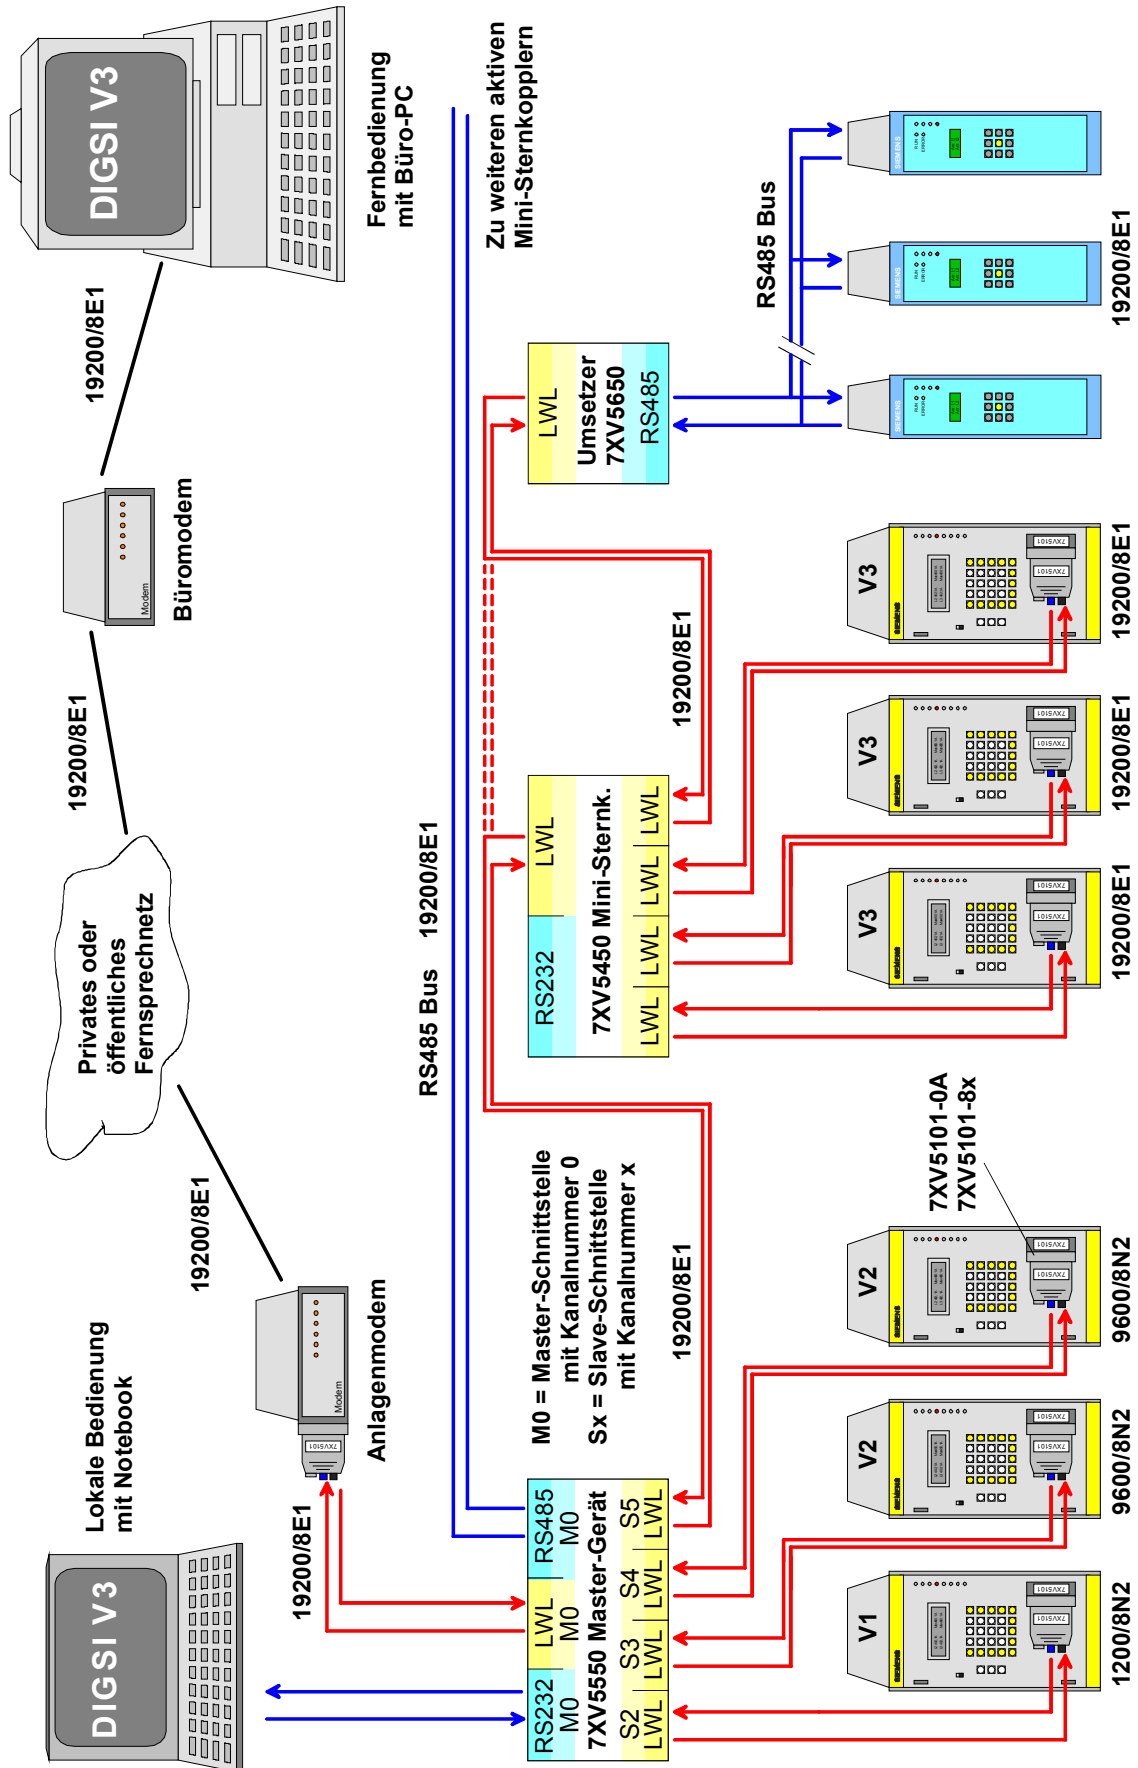

Bild 5: Bedienung der Schutzgeräte V1/2 und V3 mit DIGSI V3
für die in Bild 5 dargestellte Anwendung.
Die RS232-Schnittstelle am **Anschluss 7** (in Bild 5 RS232/M0) ist als Master-Schnittstelle (0) parametrierung und dient der lokalen-, zentralen Bedienung von Schutzgeräten bzw. der Parametrierung des aktiven Mini-Sternkopplers.
Die optische Schnittstelle am **Anschluss 1** (in Bild 5 LWL/M0) ist als Master-Schnittstelle mit dem Modem verbunden. Über sie erfolgt die Fernbedienung. Soll der automatische Baudratenabgleich des Modems über diese Schnittstelle erfolgen, muss das Ping auf **JA** gestellt werden.
Die RS485-Schnittstelle am **Anschluss 6** (in Bild 5 RS485/M0) ist ebenfalls als Master-Schnittstelle parametrierbar. Sie leitet die Daten von den anderen Master-Schnittstellen (**Anschluss 1 oder 7**) transparent an weitere Aktive Mini-Sternkoppler weiter.
Die optischen Schnittstellen an den **Anschlüssen 2-4** (in Bild 5 LWL/S2 – LWL/S5) sind als Slave-Schnittstellen eingestellt und werden dann angesprochen, wenn aktiv von den Master-Schnittstellen zur Slave-Schnittstelle (Schutzgeräte V1/2) durchgeschaltet wird. Diese Funktion wird komfortabel von DIGSI V3 unterstützt.
Die optische Schnittstelle am **Anschluss 5** (in Bild 5 LWL/S5) ist als Slave-Schnittstelle eingestellt und wird dann angesprochen, wenn aktiv von den Master-Schnittstellen zur Slave-Schnittstelle (Mini-Sternkoppler und Schutzgeräte V3) durchgeschaltet wird. Da die Schutzgeräte V3 adressierbar sind, kann die zentrale Bedienung über eine Slave-Schnittstelle erfolgen. In DIGSI V3 muss dann für alle Schutzgeräte V3, wie bei der Kanalschalteranwendung 7XV5500, der selbe Kanal (hier Kanal 5) eingegeben werden.
Für die Bedienung von Schutzgeräten V3 mit anderen Schnittstellen, z.B. RS232 oder RS485 (siehe Bild 5), können auch entsprechende Umsetzer nachgeschaltet werden.